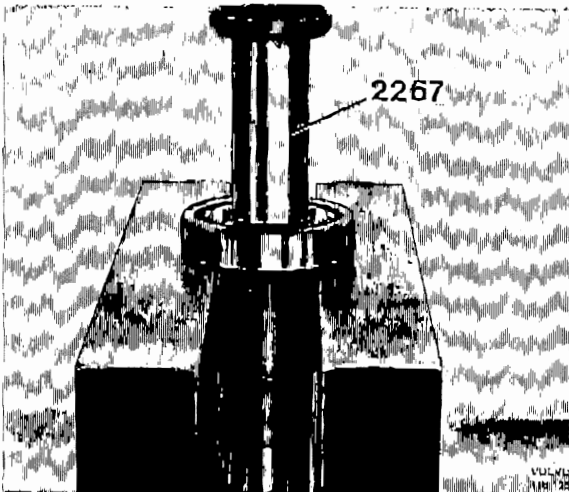

Bild 61. Avpressning av lager
24. Pressa av lagret från axeln med 2267. Bild 61.